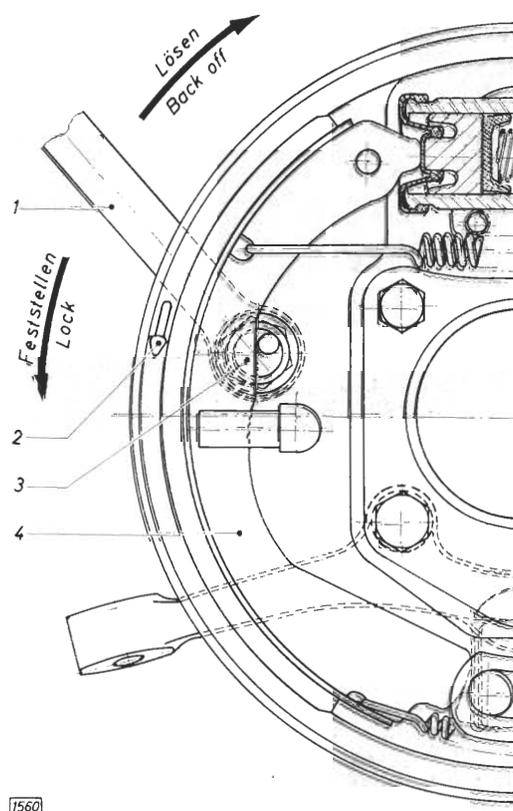

Bild 29 - Schema der Bremseinstellung an den Vorder- und Hinterradbremse – vordere Bremsbacke der linken Vorderradbremse gezeigt, Ansicht von außen
2. **Vordere** Bremsbacke durch Einstell-exzenter in Pfeilrichtung (Bild 29) beistellen, bis sich die Bremstrommel in **Vorwärtsrichtung** schwer drehen läßt. Anschließend Einstell-